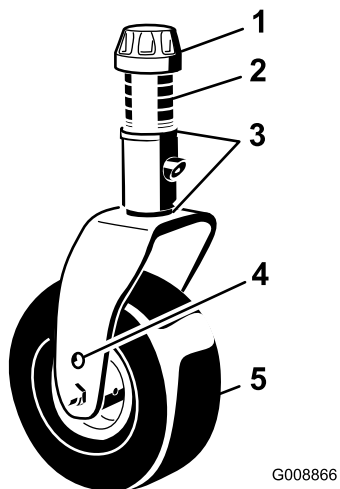

Bild 3
2. Stecken Sie die Laufradachsen in beiden Laufradgabeln in die gleichen Löcher. Ermitteln Sie die richtigen Löcher für die Einstellung mit Bild 3.
3. Entfernen Sie die Spannkappe von der Spindelwelle (Bild 3) und ziehen die Spindel aus dem Laufradarm heraus. Ziehen Sie zwei Beilagscheiben so auf die Spindelwelle, wie sie ursprünglich montiert waren.